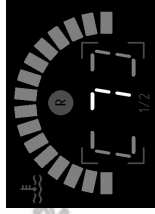

Рисунок 6
Режим установки уровня яркости (1) позволяет выбрать оптимальный уровень яркости индикаторов и шкал. Этот режим может быть полезен в темное время суток. По умолчанию, задана максимальная яркость «7». При этом изменяемый параметр моргает на дисплее. При кратковременном нажатии кнопки RESET происходит циклический выбор уровня яркости с инкрементом значения (см.рис.6). При удержании кнопки не менее 3 секунд происходит переход в следующий режим.